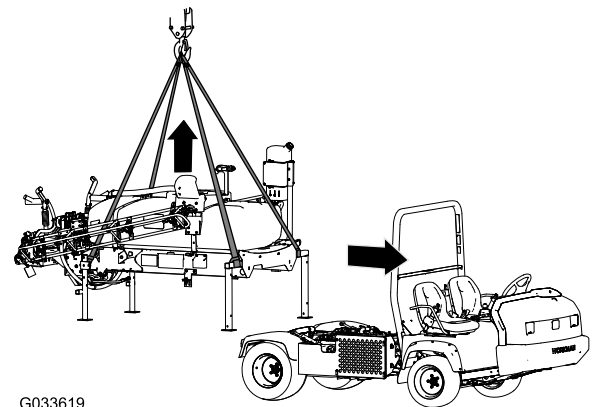

図 138
1. ブームを 45° 程度の角度にし、次に、前方に折りたたむ 図 138。
5. 前側ジャッキスタンドの水平チューブと、後側ジャッキスタンドの垂直柱部分にクレーンを接続する 図 138。
7. クレーンでタンクスキッドを吊り上げるスキッドをぶつけないように十分高く吊ること 図 138。